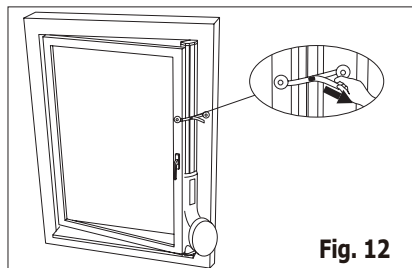

Fig. 12
3. Appuyez de nouveau sur le levier de verrouillage pour fixer la longueur du kit de glissière de fenêtre, puis fermez la fenêtre et coincez le kit de fenêtre entre la fenêtre et l'encadrement de la fenêtre. Pour fixer le kit de fenêtre, décollez le film de protection à l'arrière des onglets de l'ancrage et fixez-le sur l'encadrement de la fenêtre, puis fixez la sangle (Fig. 12).